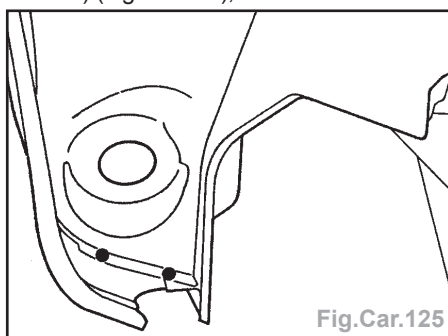

Fig.Car.125
- par points électriques (avec l'équipement AB1) (Fig.Car.125),